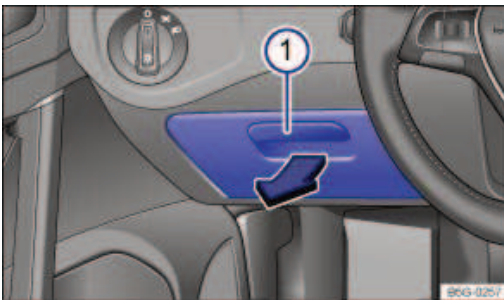

Fig. 147 Côté conducteur : rangement
*Ouverture* : tirez sur le levier d'ouverture ⇒ Fig. 147Ⓞ.